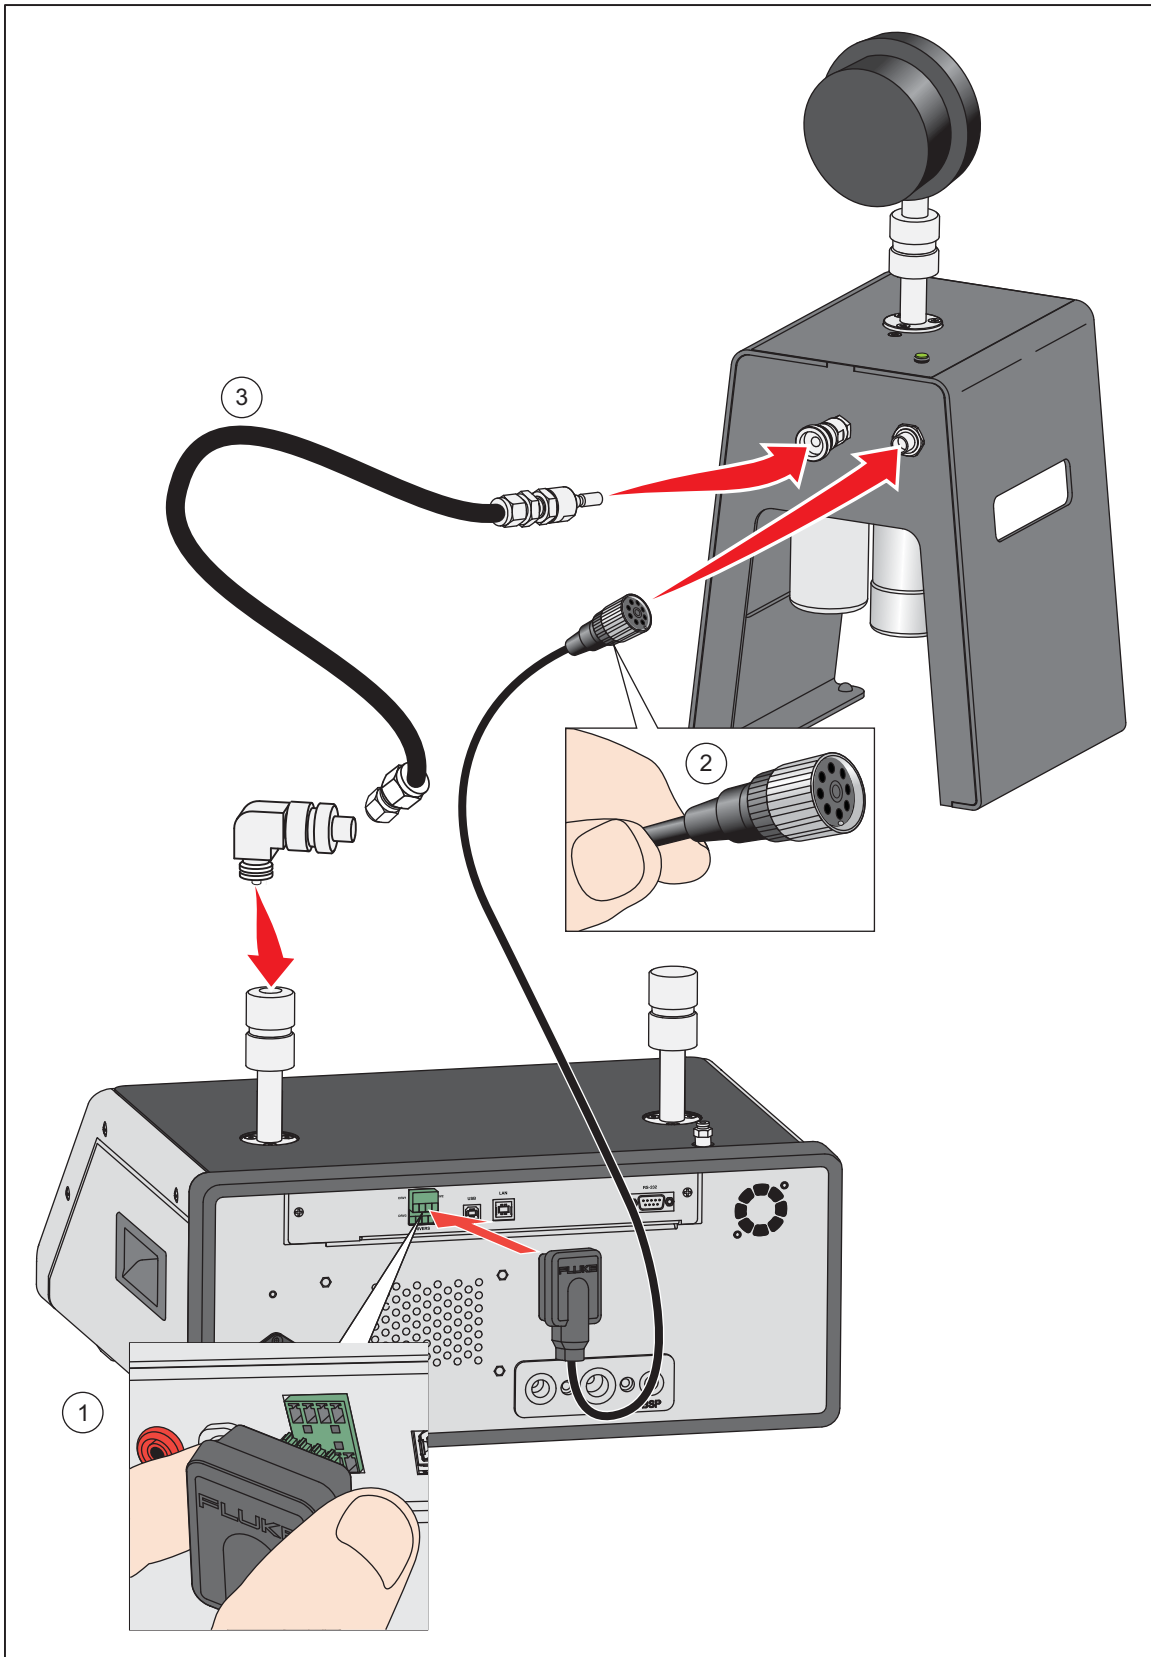

Figura 17. Conexiones del colector y controlador del CPS
1. Coloque el CPS en una superficie sólida cerca del Producto. El CPS es lo suficientemente pesado para asentarse en un banco y, si lo desea, puede ser atornillado a un banco. Consulte la Figura 17 para ver las conexiones. Observe la polaridad correcta del conector al Producto (el cable marrón debe estar a la izquierda de DRV3).
2. Conecte el cable eléctrico del CPS para las conexiones DRV1, DRV2 y DRV3 en la parte posterior del Producto. El conector asegura que el CPS está conectado correctamente. Consulte la Figura 17.